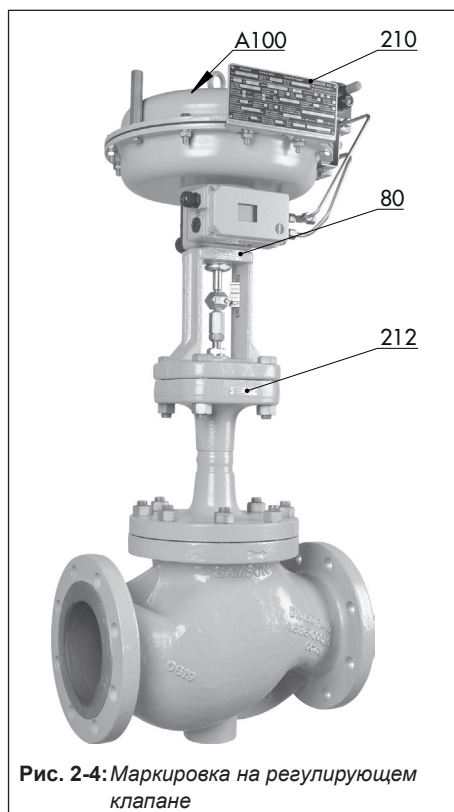

Рис. 2-4: Маркировка на регулирующем клапане
Типовой шильдик для газового исполнения (210) прикреплён к верхней части корпуса (см. Рис. 2-4).
Шильдик (80) прикреплен к фланцу (см. Рис. 2-4).
Типовой шильдик привода (A100) приклеен к крышке мембраны (см. Рис. 2-4).
Табличка с регистрационным номером DVGW (212) прикреплена к сильфону (см. Рис. 2-4).